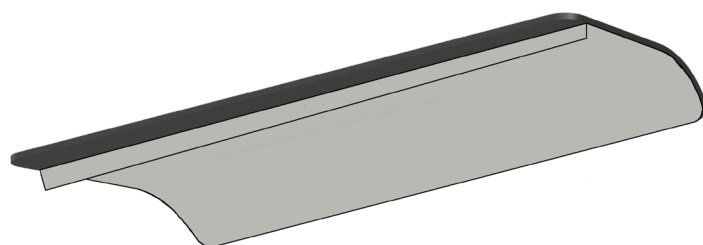

Fig.7
2. Décollez le ruban adhésif du coussin de traction sur environ 2,5 cm le long de son bord le plus long (Fig. 7).